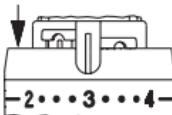

Fig. 9
2. Spostare entrambe le clip di limitazione dalla "posizione di sicura" e inserirli nelle sedi subito a destra e a sinistra dell'indicatore dell'impostazione "3" (Fig. 9).